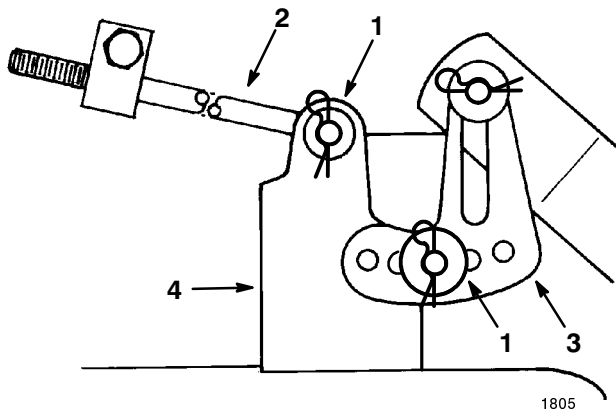

Abbildung 42
10. Haarnadelsplint und Unterlegscheibe vom Ende der langen Stange entfernen (Abb. 42). Dann die Stange aus dem Mähwerkträger herauschieben. Diesen Schritt an der anderen Mähwerkseite wiederholen.
11. Haarnadelsplint und Unterlegscheibe vom Mähwerkausgleichsbügel entfernen (Abb. 42). Den Bügel vom Montagestift herunterschieben. Unterlegscheibe und Haarnadelsplint zur Lagerung wieder anbringen.